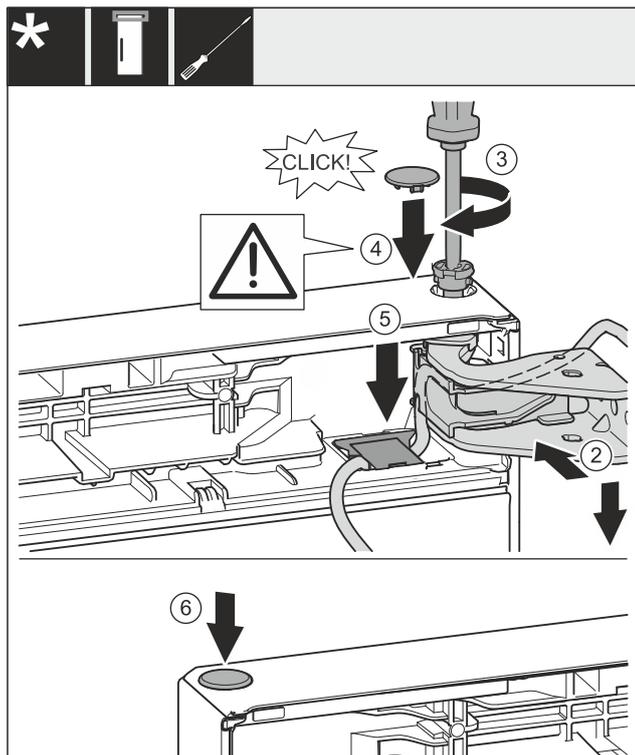

Fig. 32
- ▶ Aligner la porte en haut sur l'ouverture du support de palier. Fig. 32 (2)
- ▶ Insérer les boulons et les serrer au moyen d'un tournevis T15. Fig. 32 (3)
- ▶ Monter le couvercle de fixation pour sécuriser la porte : Insérer le couvercle de fixation et vérifier qu'il repose bien sur la porte. Sinon, insérer complètement les boulons. Fig. 32 (4)
- ▶ Insérer le couvercle et le pousser vers le bas jusqu'à ce qu'il s'enclenche. Fig. 32 (5)
- ▶ Placer le cache. Fig. 32 (6)